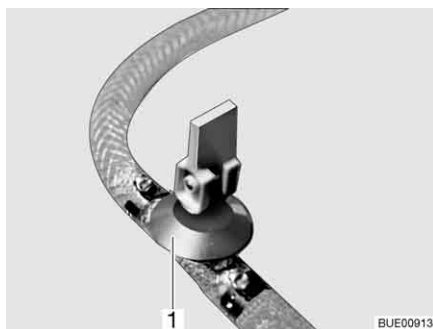
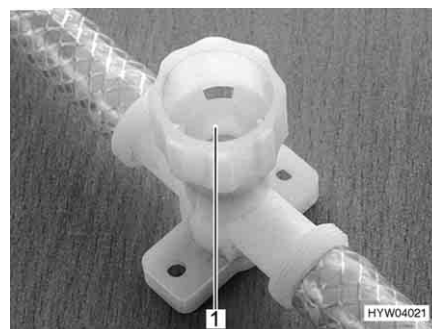

Bild 237 Ablasshahn (mit Kipphebel)
Bild 238 Ablasshahn (mit Drehkappe)
- Alle Ablasshähne öffnen. Dazu den Kipphebel des Ablasshahns (Bild 237, 1) senkrecht stellen oder die Kappe des Ablasshahns (Bild 238, 1) entgegen dem Uhrzeigersinn drehen.